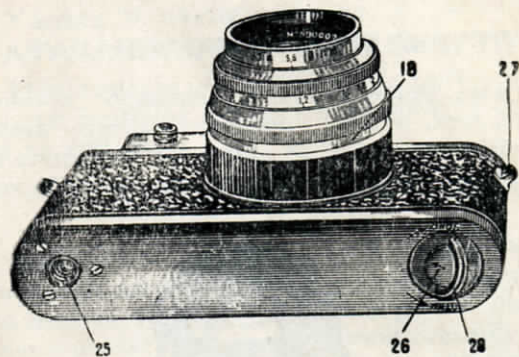

Рис. 4.
7. Наденьте нижнюю крышку, плотно прижмите ее, поверните дужку замка 28 (рис. 4) по ходу часовой стрелки на пол-оборота. Стрелка замка будет указывать на «Закр.». Проверьте, замкнута ли крышка. После этого дужку замка утопите в углублении крышки.